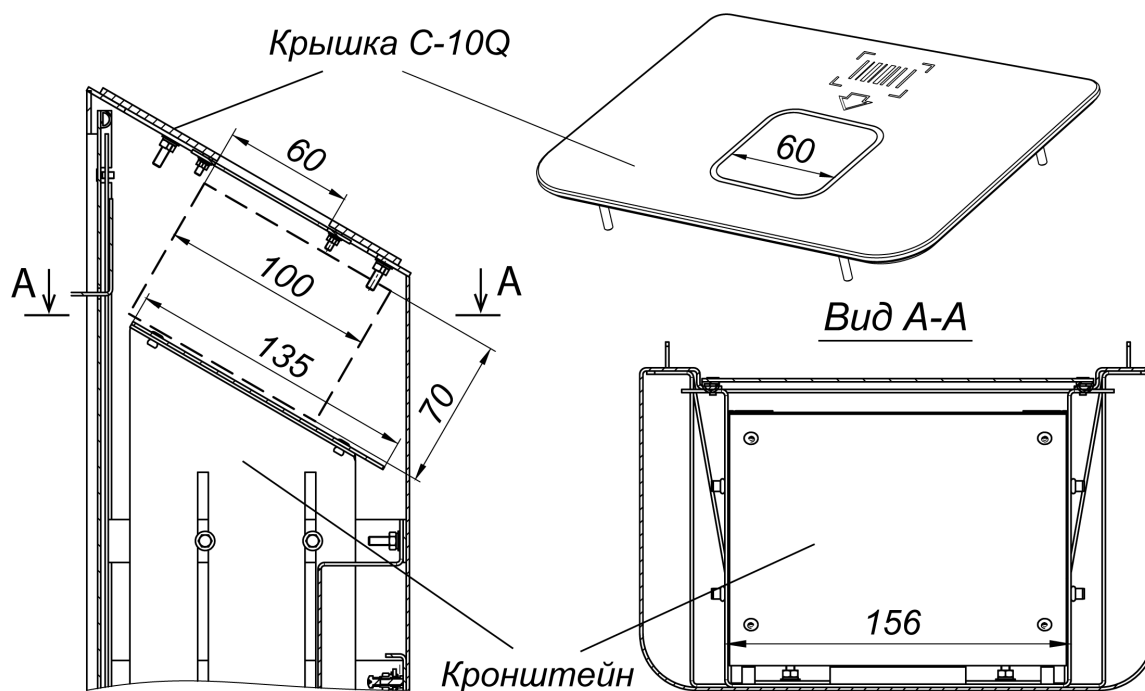

Рисунок 31. Внешний вид боковой крышки *PERCo-C-10Q* и порядок установки сканера штрихкода (пунктиром показаны габариты сканера)
1. Подключите монетоприемник к СОМ-порту ПК при помощи кабеля **WEL-R7U06** (имеется в комплекте поставки), разъем для подключения расположен на боковой панели монетоприемника (см. рис. 31).
2. Подайте питание на монетоприемник (контакты 1 и 2 клеммной колодки **XTU4**, см. рис. 23). Загорится индикатор (показан на рис. 31).
9. Проверьте положение микропереключателей на боковой крышке монетоприемника (см. рис. 31):